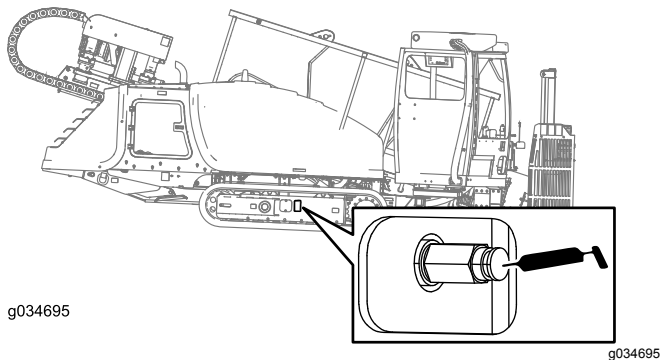

Bild 109
2. Entfernen Sie Schmutz und Rückstände im Bereich des Schmierventils für die Kettenspannung (Bild 109).
4. Bringen Sie Schmiermittel auf den Nippel auf, bis die Spannung 310,26 bar beträgt, siehe Bild 109.
4. Drehen Sie das Schmierventil für die Kettenspannung **maximal eine Umdrehung** nach links (Bild 109).